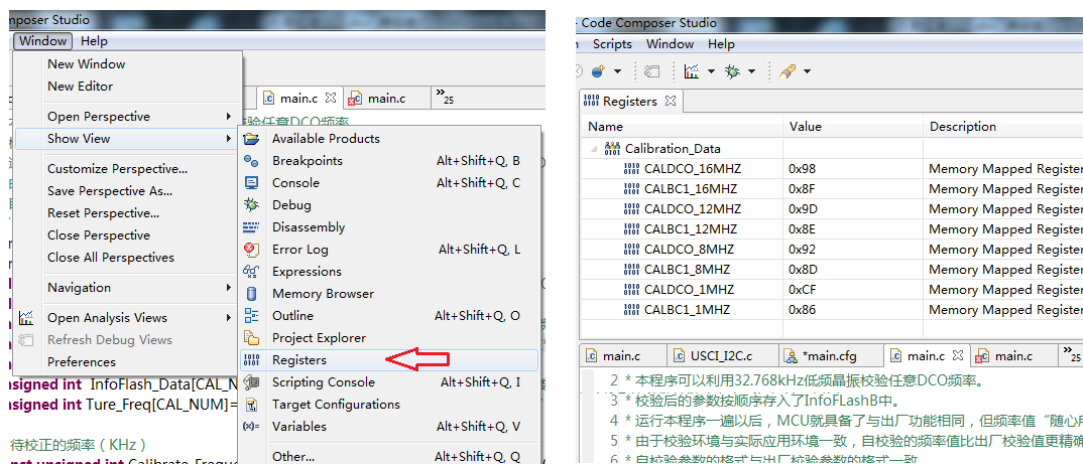

图 22.16 查看寄存器窗口操作
4) 最后，我们来看看出厂 DCO 校验参数是什么。如图 22.16 所示，点击主菜单的 Window→Show View→Register，打开寄存器查看窗口。然后找到 Calibration_Data 的